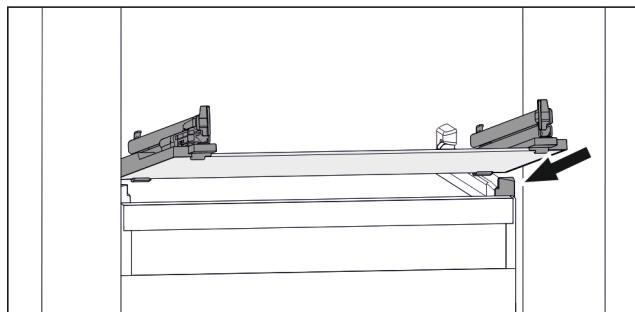

Fig. 38 Примерное отображение стеклянной пластины
- Наклоняя вниз, установите стеклянную пластину за стопоры. (см. Fig. 38)